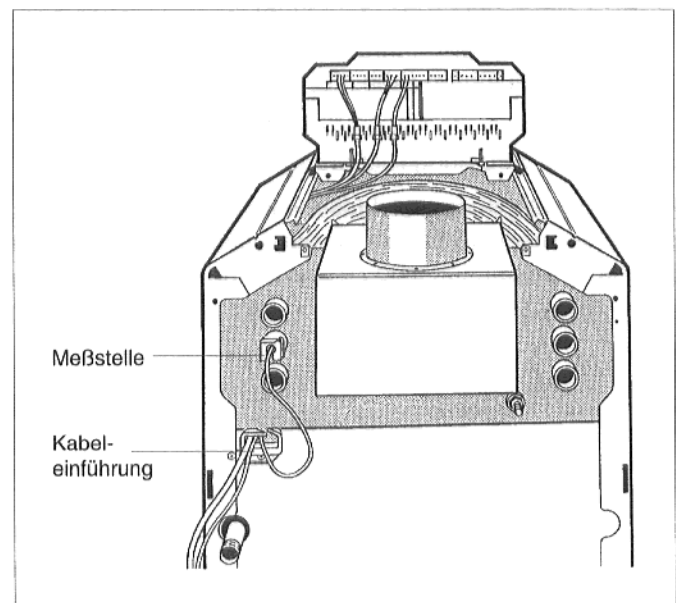

Abb. 12: Kabeleinführung und Meßstelle
- Kapillarrohre der Temperaturfühler und, bei "Ecomatic"-Regelung, die Kesselwassertemperaturfühlerleitung nach hinten aus der Kabeleinführung und zur Meßstelle führen. Dabei nur auf Bedarfslänge abrollen (Abb. 12).